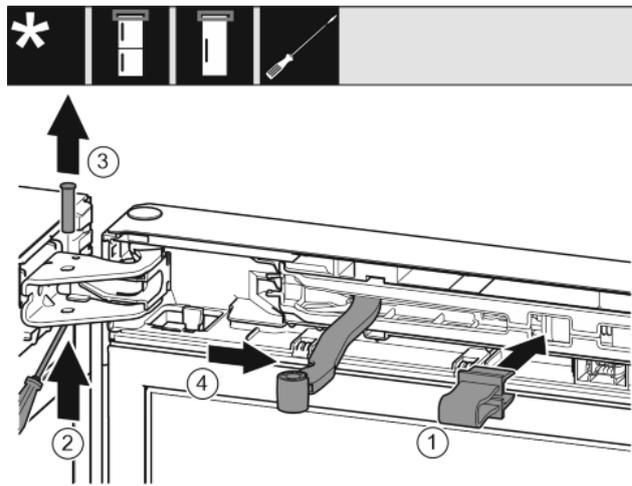

Fig. 7
- ▶ Introduire l'arrêt.oir dans l'ouverture. Fig. 7 (1)
- ▶ Desserrer le boulon avec un tournevis. Fig. 7 (2)
- ▶ Sortir le boulon par le haut. Fig. 7 (3)
- ▶ Tourner l'articulation en direction de la porte. Fig. 7 (4)